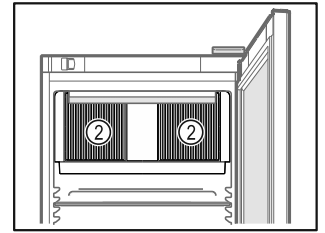

Fig. 48
- ❑ Тримати відкритою вентиляційну щілину Fig. 48 (2) вентилятора циркуляційного повітря у внутрішній камері.